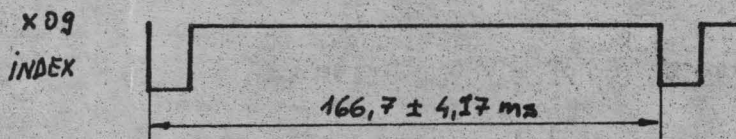

Fig.12. Verificare viteză de rotație.
- se măsoară cu osciloscopul în punctul de test X09, timpul între două impulsuri de index (vezi fig.12)